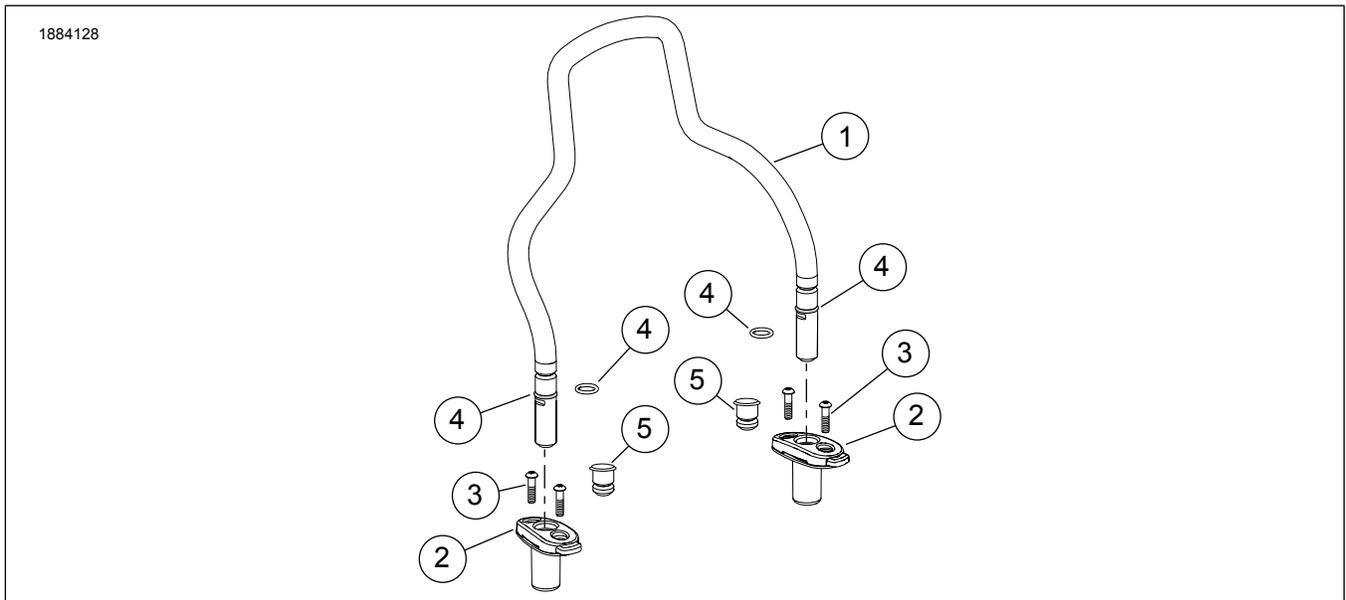
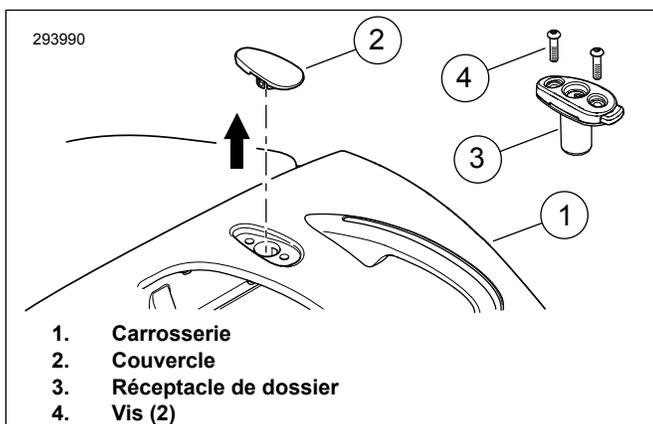
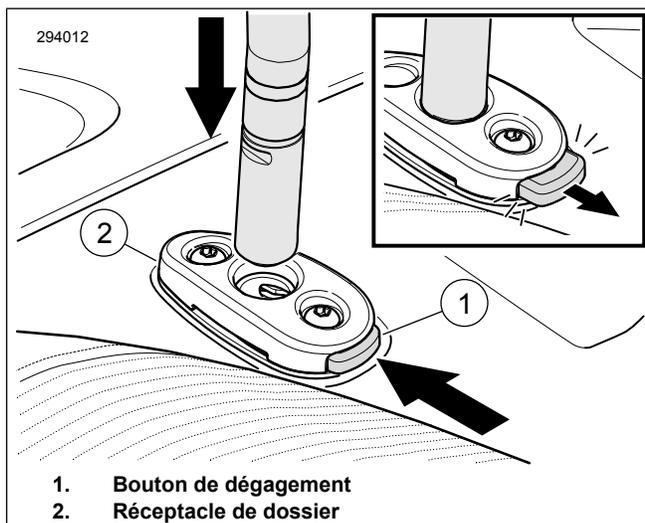

Figure 1. Contenu du kit : Kit armature de Sissy Bar à détachement rapide
Figure 2. Couvercle de garniture
Figure 3. Bouton de dégagement en position verrouillée
1. Figure 2 Retirer les caches de garniture (2) du carénage (1).
1. Figure 2 Installer les socles d'insertion (3) sur le carénage (1).
2. Installer deux vis (4) pour chaque socle d'insertion. Serrer. Couple : 13,6 N·m (120 in-lbs)
3. Figure 3 Aligner et installer l'armature.
- a. Appuyer sur le bouton de déverrouillage (1) sur la socle d'insertion du dossierer tout en insérant une tige de l'armature.
- b. Appuyer sur le bouton de déverrouillage (1) sur l'autre socle d'insertion du dossierer tout en insérant la tige opposée de l'armature.
5. Figure 1 Si l'armature n'est pas bien ajustée dans les fourreaux des socles d'insertion, enlever les joints toriques installés et les remplacer par des joints toriques de plus grand diamètre. Répéter les étapes 3 et 4.
1. Figure 1 En cas de retrait de l'armature (1), placer des bouchons de masquage (5).